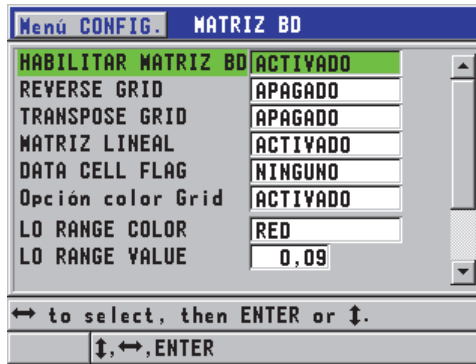

Figura 9-8 Modificación de los parámetros de la pantalla MATRIZ BD
2. En la pantalla **MATRIZ BD** (véase la Figura 9-8 en la página 179) efectúe los siguientes pasos: